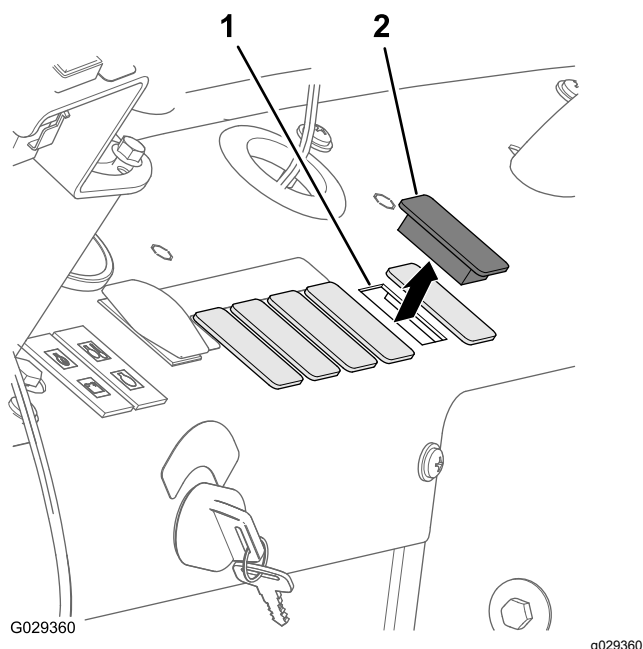
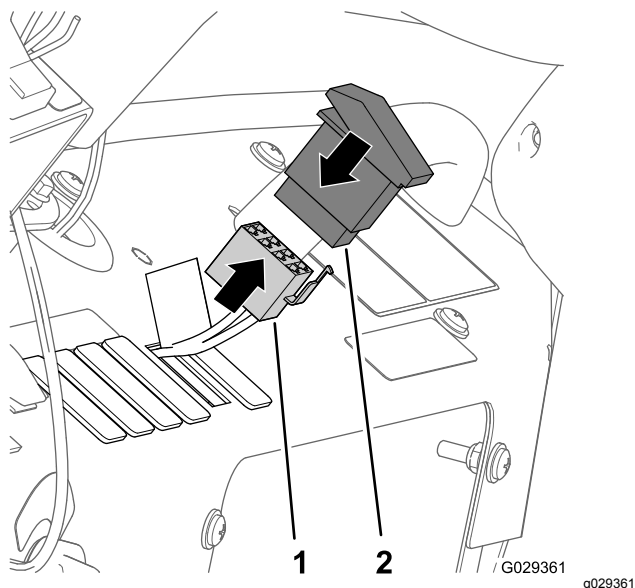

Figure 210
Figure 211
1. Retirez le cinquième obturateur sur le côté droit du tableau de bord de la machine (Figure 210).
2. Passez le connecteur à 8 douilles (Figure 211) par l'ouverture dans le tableau de bord et branchez-le sur les broches situées au dos de l'interrupteur à bascule à 2 positions (interrupteur de commande de mousse).
3. Montez l'interrupteur dans le tableau de bord et poussez-le jusqu'à ce qu'il s'enclenche fermement dans l'ouverture (Figure 210 et Figure 211).